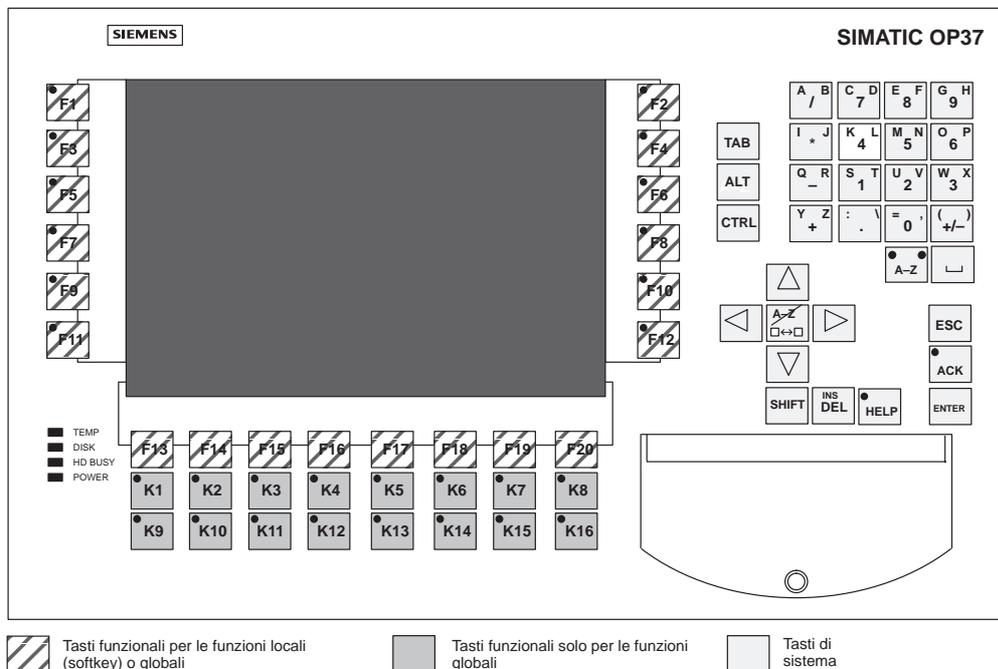

Figura 3-3 Disposizione dei blocchi di tasti per l'OP37
- all’OP37 → K1 fino a K16 e F1 fino a F20 (figura 3-3).
- all’OP37 → F1 fino a F20 (figura 3-3).